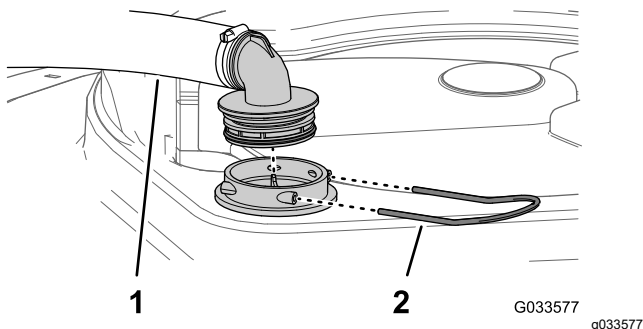

図 86
2. タンク上部で、フィルタハウジングからの太いホースについているフィッティングを固定しているリテーナを外す 図 86。
3. フィルタハウジングからホースとフィッティングを取り外す 図 86。